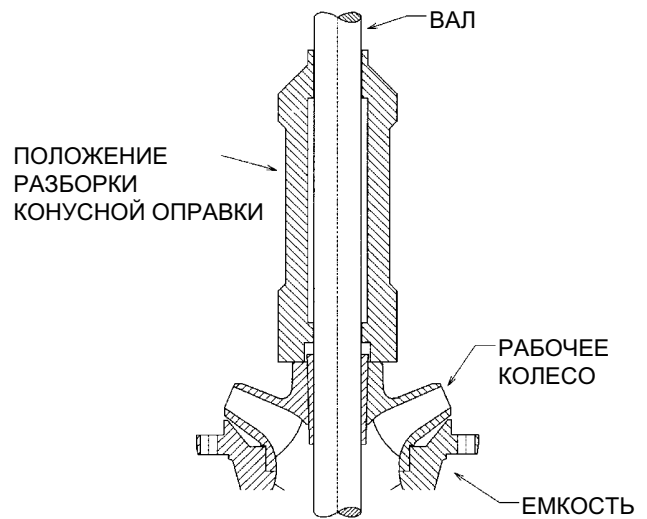

Рисунок 20
3. Вытянуть вал как можно дальше и выбивать ступицу рабочего колеса конусной оправкой или аналогичным инструментом до тех пор, пока рабочее колесо не сойдет с конуса (см. рисунок 20).